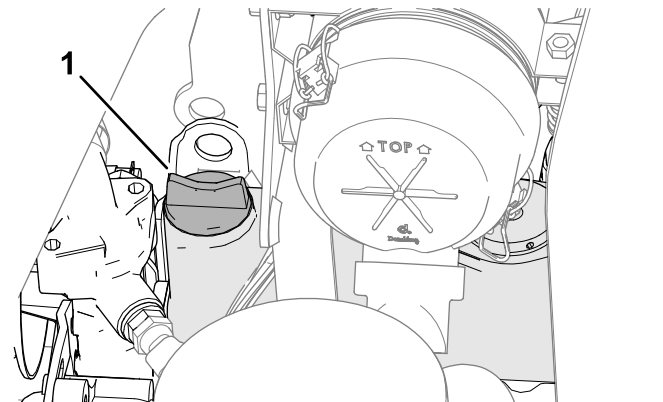

Figure 73
5. Si le niveau est bas, retirez le bouchon de remplissage (Figure 73) et versez progressivement de petites quantités d'huile, en vérifiant fréquemment le niveau, jusqu'à ce que l'huile atteigne le repère maximum sur la jauge.